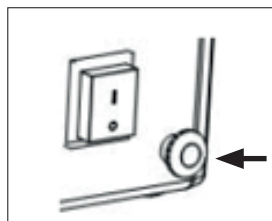
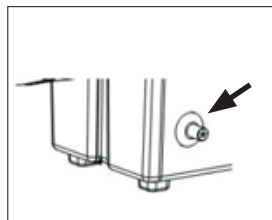

fig. 2
fig. 3
- 2.2. Appuyer sur le bouton de la vanne de gaz avec votre main droite (fig. 2) tout en appuyant plusieurs fois sur l'allumage piézo-électrique (avec votre main gauche jusqu'à ce que la flamme s'allume (fig. 3).